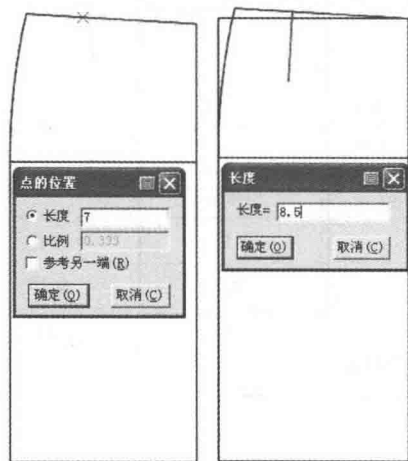

图6-24 画前片腰省线
(4) 绘制前片腰围线。
①选择 【智能笔】工具按着【Shift】键，进入【三角板】功能。左键点击侧缝端点拖到前中端点；在7cm处确定第一个省长8.5cm（图6-24）。